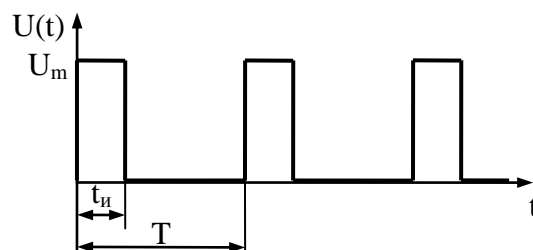

Рис. 3.
- Определить максимальное U_m значение напряжения импульса по показанию $\alpha_U = 20$ В вольтметра типа В7-26 (содержит преобразователь максимального значения с закрытым входом, шкала проградуирована в действующих значениях синусоидального напряжения), работающего в режиме измерения напряжения переменного тока, если на его вход подана периодическая последовательность прямоугольных импульсов длительностью $t_{и} = 1$ мкс и периодом следования $T = 100$ мкс (рис. 3).